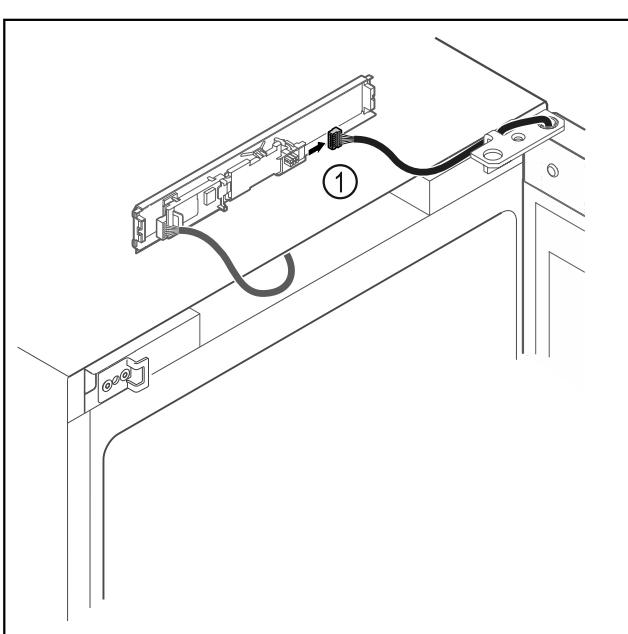

Fig. 10
- Atvienojiet spraudni Fig. 10 (1) no shēmas plates.